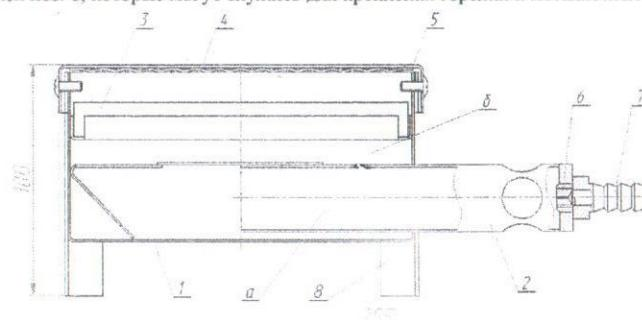

Рис.1
4.1 Конструктивно горелка состоит из следующих составных частей (Рис.1): корпуса поз.1, трубы смесителя поз.2, керамического излучателя поз. 3, сетки поз. 4, рамки поз. 5, форсунки (сопла) поз.6, штуцера поз. 7, четырех стоеч-ножек поз. 8, которые могут служить для крепления горелки к металлоконструкциям.